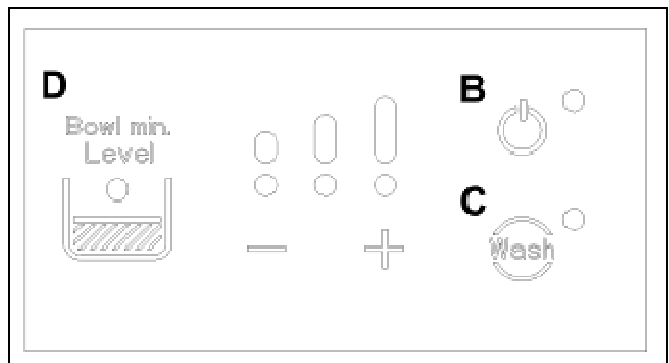

Fig. 35
- Selezionare la modalità di funzionamento desiderata dal pannello comandi (fig.35)
- Per attivare l'impianto frigorifero in modalità raffreddamento spingere il tasto accensione B sul pannello comandi (fig. 35).
- Per variare la consistenza del prodotto, agire sui tasti + e - della pulsantiera di comando (fig.35), agendo sul + si vedranno aumentare i LED accesi e di conseguenza la consistenza impostata aumenterà; agendo invece sul -, si vedranno diminuire i LED accesi con conseguente calo della consistenza (fig.35).